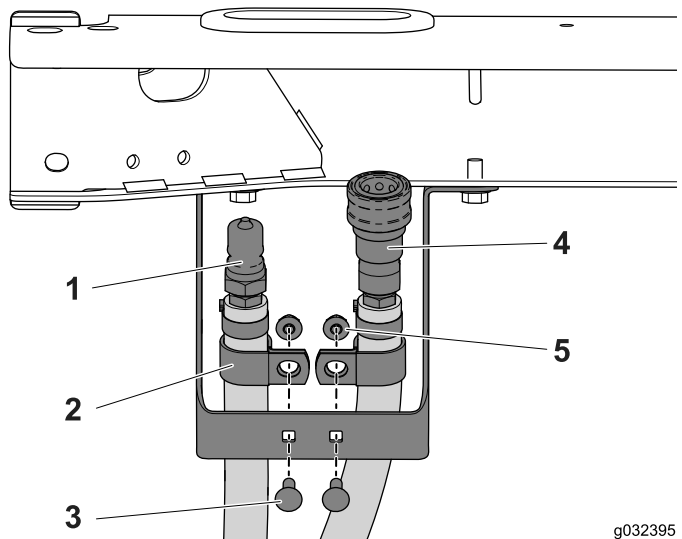

Figura 28
- Coloque una abrazadera en R sobre cada manguera (Figura 28).
- Utilice los 2 pernos de cuello cuadrado (1/4" x 3/4") y tuercas con arandela prensada para la instalación de la abrazadera en R y la manguera en el soporte (Figura 28).